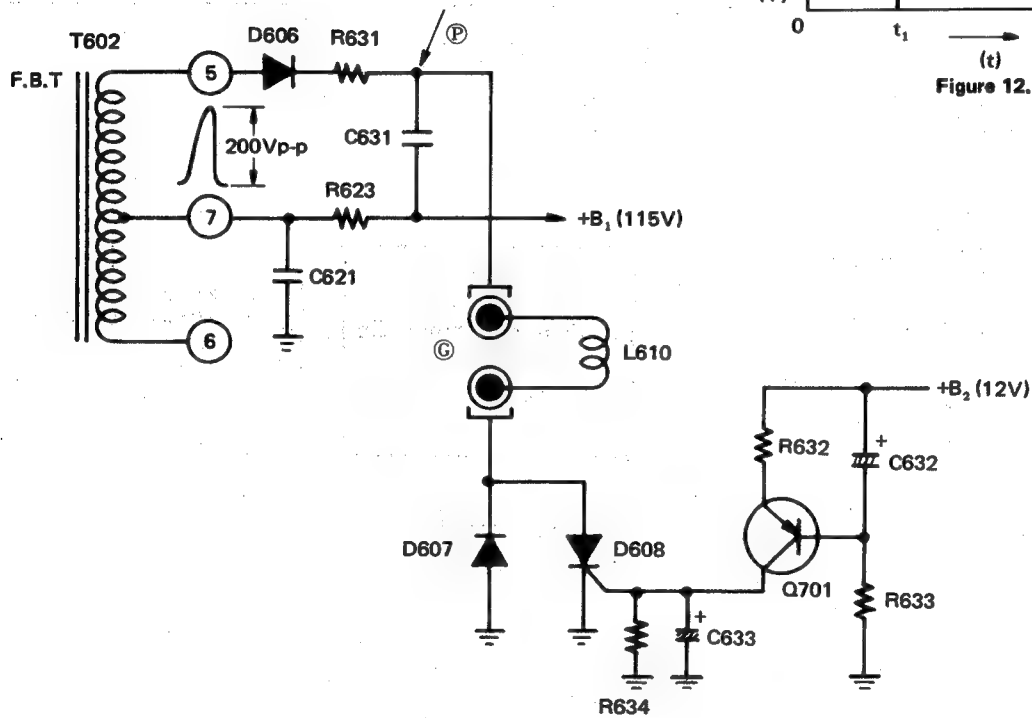
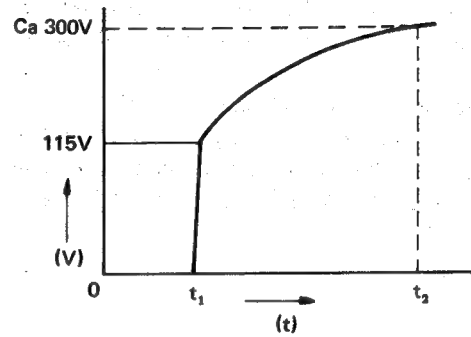

Figure 11.
Figure 12.
Fig. 11 visar endast avmagnetiseringskretsens demontering. När TV apparatens huvudkontakt slås till, slås +B (115V) också på omedelbart. Impulsen som genereras är ungefär 200 Vp-p mellan stifterna ⑦ och ⑤ i återgångstransformatoren och dess toppström likriktas i D606, för att ladda C631 via R631. Fig. 12 visar spänningskurvan mellan punkt ⑨ och jord. När huvudkontakten slås till vid tiden t_1 , stiger den omedelbart till 115 V och fortsätter att stiga gradvis i överensstämmelse med tidskonstanten som inställts av R631 och C631, och är mättad ungefär 3 sekunder senare (t_2). Dessutom är tidskonstanten så vald att Q701 slås på ungefär 5 sekunder efter att huvudkontakten påslagits, varför C632 och R633 är kopplade till sockeln på Q701.